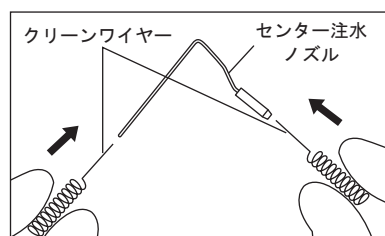

図9
- 1) 付属のクリーンワイヤーでセンター注水ノズルおよび外部注水ノズル内部を清掃してください。(図9、10)